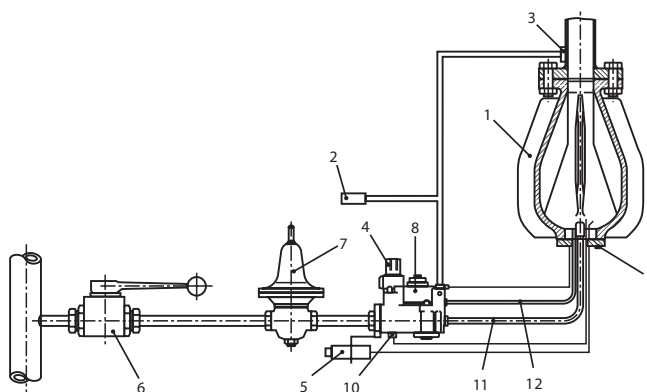

Рис. 1. Схема устройства
Перенастройка клапана (4) - рис. 1 -
При работе со сжиженным газом необходимо заменить установленный на клапане (4) - рис. 1- серво-регулятор давления (8) V 5306 E 1002 на глухую пластину и поменять установочный газовый винт (см. рис. 4а). Перенастройка при этом осуществляется следующим образом:
Перенастройка нагревательного элемента (1) - рис. 1 -
При работе со сжиженным газом необходимо провести следующие работы по перенастройке нагревательного элемента (1) - рис. 1 - (№ поз. см. на рис. 6):
- Отделить главную газовую трубку и трубку газа зажигания от фланца (1) путем отвинчивания соединений (3) и (5). Отвинтить фланец (1) от нагрев. элемента.
- Отвинтить болты (11), извлечь запальную горелку (4), (10), ослабить резьбовое соединение (7) и удалить запальную горелку из трубопровода.